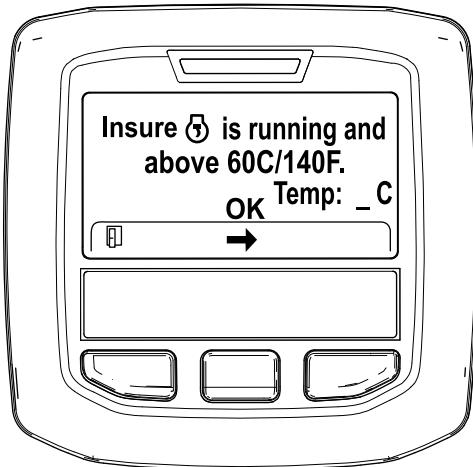

Bild 44
5. Wenn die Kühlmitteltemperatur unter 60°C liegt, wird die Meldung „Insure is running and above 60C/140F“ angezeigt (Bild 44).